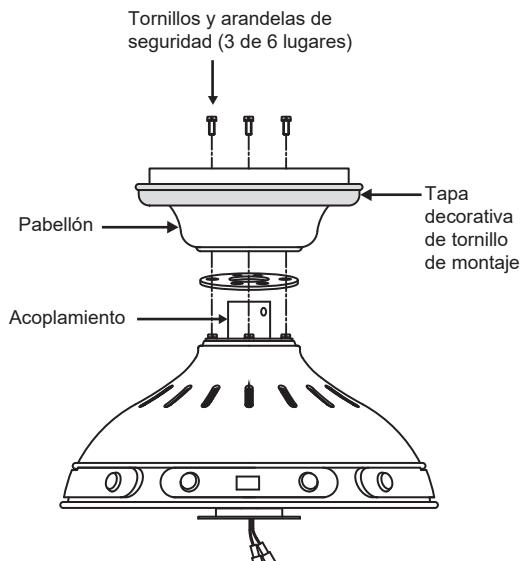

Fig. 9
**Paso 2.** Retire tres de los seis tornillos y arandelas de seguridad (cada uno) del acoplador en la parte superior del conjunto del motor. Coloque el dosel del ventilador de techo y la junta de goma sobre el acoplador y alinee los orificios de montaje con los orificios del acoplador. Fije el dosel con la junta de goma y los tres tornillos y arandelas de seguridad que retiró anteriormente, y luego presione la cubierta decorativa del tornillo de montaje "hacia abajo" y deje que descansen sobre la carcasa del motor. (Fig. 9)